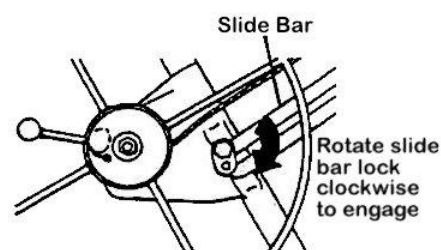

Figure 5
5. Осторожно потяните лебедку назад к раме, автоматически заблокирует направляющую, что будет удерживать лебедку в максимально выдвинутом положении (рис. 5).